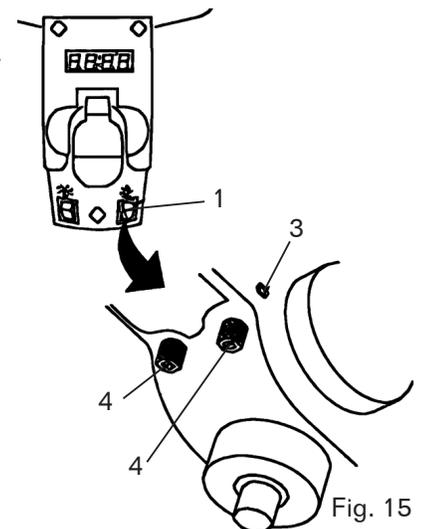

Fig. 15
3. Coloque una escuadra combinada (Fig. 15 - 5) (no incluida) sobre la mesa como se muestra, colocando el borde recto largo de la escuadra combinada contra la broca. Asegúrese de que la broca esté paralela/alineada exactamente con el borde recto del cuadrado.
AJUSTE DEL LÁSER (FIG. 15 Y 16)
2. Gire el interruptor del láser (Fig. 15 - 1) a la posición ON.
- Con la llave hexagonal de 3 mm incluida, gire los tornillos de ajuste del láser (Fig. 15 - 3) en sentido contrario a las agujas del reloj. Hay uno de cada lado de la cabeza.
- Gire la carcasa de la luz láser (Fig. 15 - 4) hasta que las dos líneas láser se crucen donde el taladro se encuentra con la pieza de trabajo.
- Vuelva a apretar los tornillos de ajuste (Fig. 15 - 3).